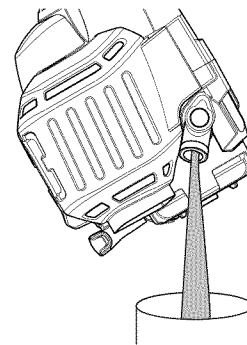

Fig. 21
3. Inclíne la unidad verticalmente para verter el aceite fuera del orificio de llenado de aceite y al interior del recipiente (Fig. 21). Deje bastante tiempo para que se drene completamente.